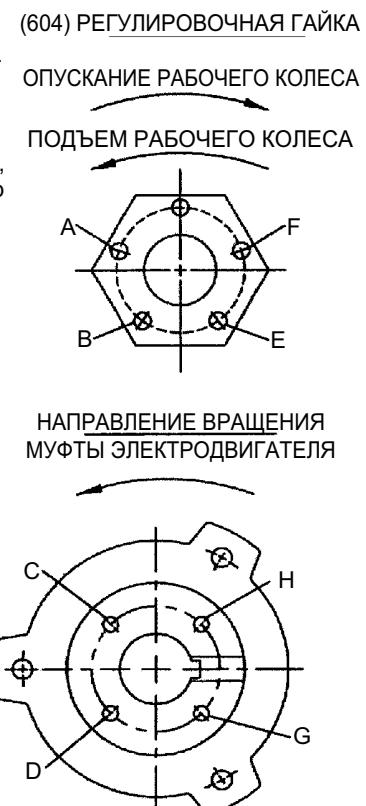

Рисунок 13.
ВНИМАНИЕ: Регулировка вала вверх или вниз осуществляется путем поворота регулировочной гайки (604), см. рисунок 13.
ВНИМАНИЕ: Существует пять отверстий в регулировочной гайке и только четыре отверстия в муфте электродвигателя. См. рисунок 13.
1. Когда вал полностью опущен, и рабочие колеса опущены на свои седла, поворачивать регулировочную гайку (604) в направлении против часовой стрелки, что поднимает вал, до тех пор, пока рабочие колеса слегка не приподнимутся на своих седлах, и вал/электродвигатель не будет свободно проворачиваться рукой. Это снимает все прогибы с вала
2. Выровнять отверстие "A" в регулировочной гайке (604) и отверстие "C" в приводной муфте (см. рисунок 13) или любые аналогичные отверстия в таком же положении. Если соблюдается осторожность, это дает начальный зазор рабочих колес от 0,001" до 0,003" в зависимости от размера вала или шага резьбы.